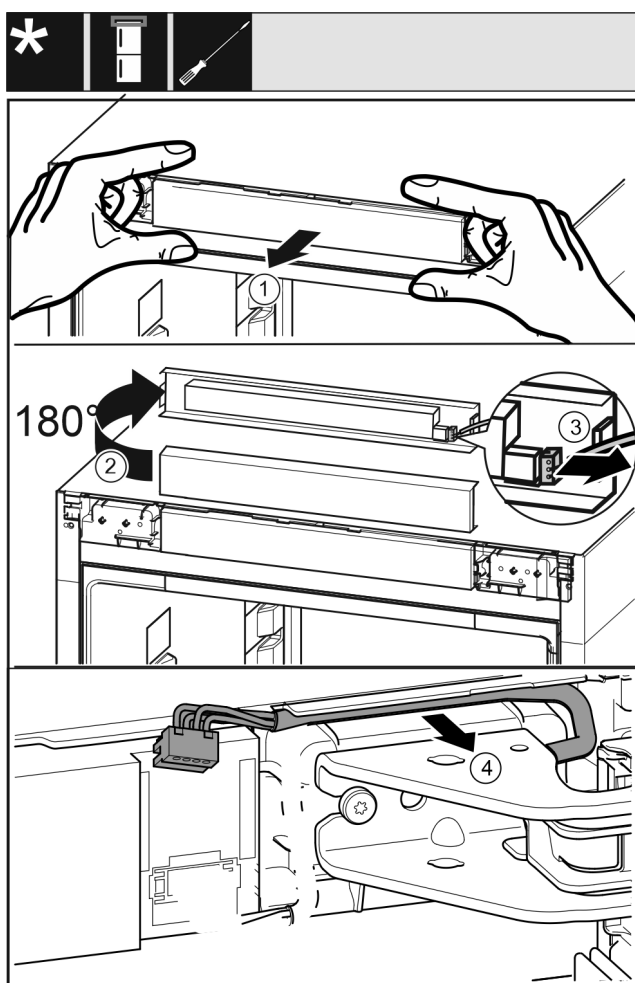

Fig. 19
- ▶ Okvir upravljalne plošče previdno ločite v smeri naprej. Fig. 19 (1)
- ▶ Okvir upravljalne plošče obrnite navzgor za 180°. Fig. 19 (2)
- ▶ Zaskočni nastavek potisnite nazaj in previdno izvlecite vtič. Fig. 19 (3)
- ▶ Kabel preko ležajnega podstavka previdno sprostite iz vodila. Fig. 19 (4)